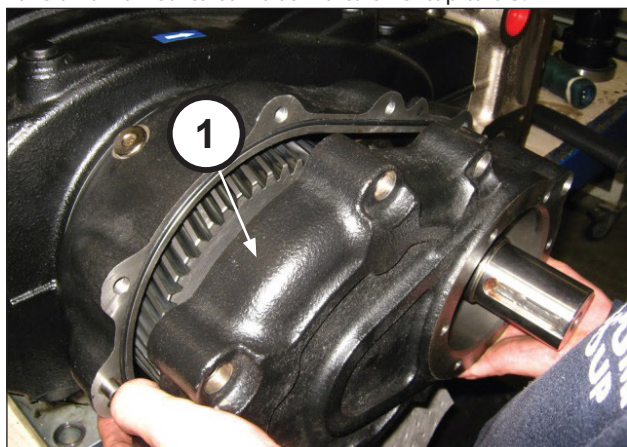
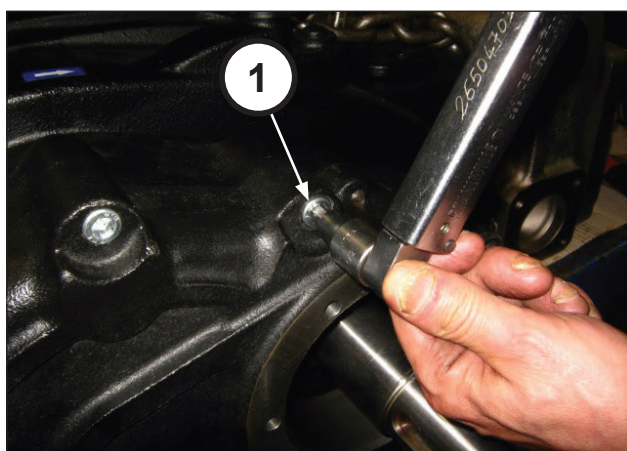

Fig. 78
Fig. 79
Montar la tapa del reductor (pos. ①, Fig. 78) y fijarla con 10 tornillos M10x50 (pos. ①, Fig. 79). Ajustar los tornillos con la llave dinamométrica como se indica en el capítulo 3.